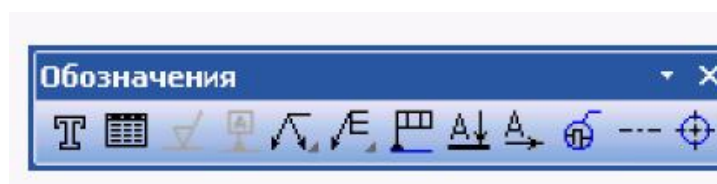

Рисунок 4.31 – Панель «Обозначения»
1. Додатковий вид будується в відповідно з ГОСТ 2.305-68 **. Для створення додаткового виду необхідно використовувати панель «Обозначения», на якій вибираємо кнопку  «Стрелка взгляда» (рис. 4.31).